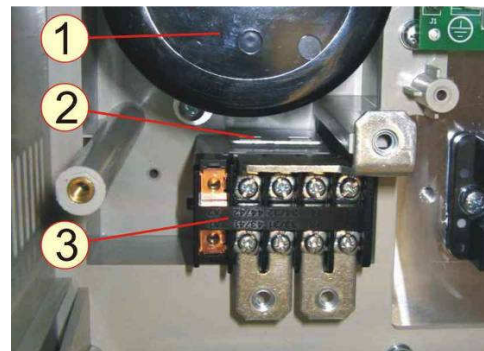

Рис.6.9
**6.7.3** Отжать плоской отверткой щеки скобы 2 от фиксаторов реле 3 и снять реле (рис.6.9). Положить реле в тару.